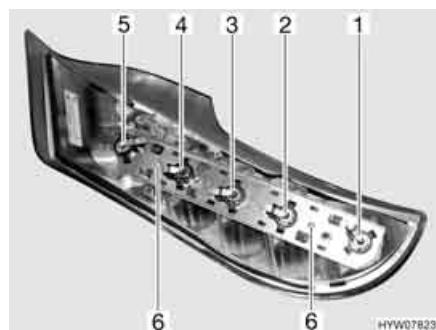

Fig. 241 Luci posteriori (lato posteriore)
- Svitare le due viti Torx (Fig. 241,6) del listello di supporto poste sul lato posteriore dell'involucro.